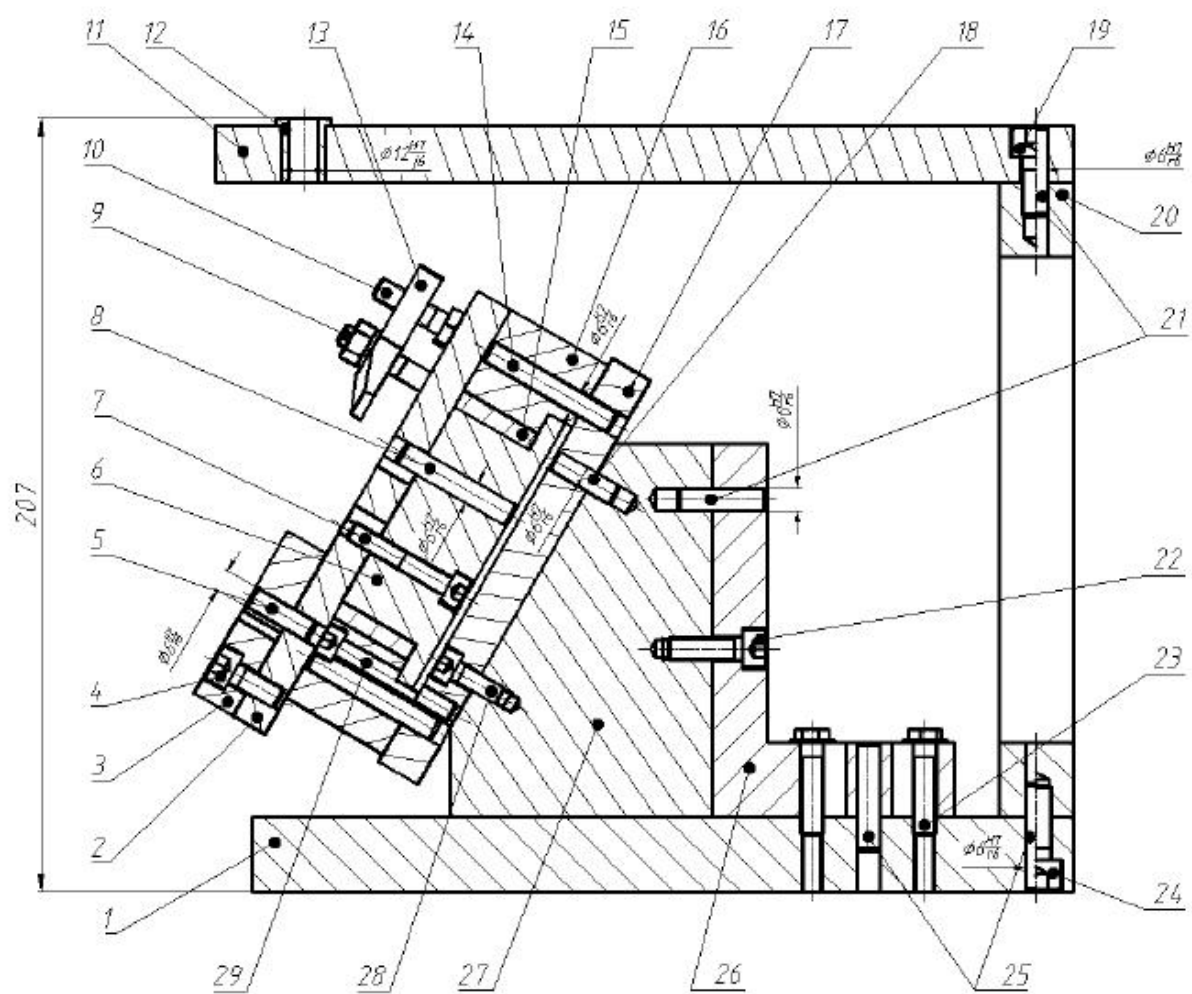
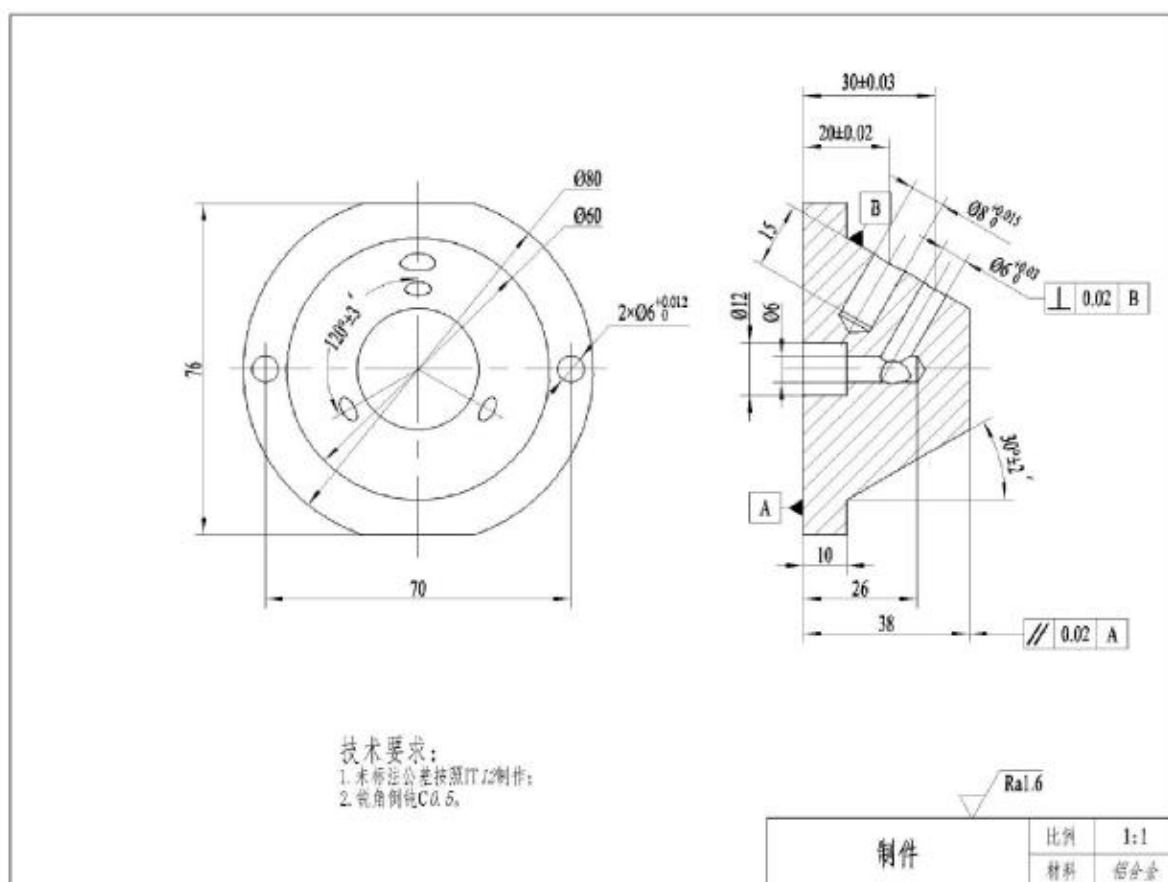
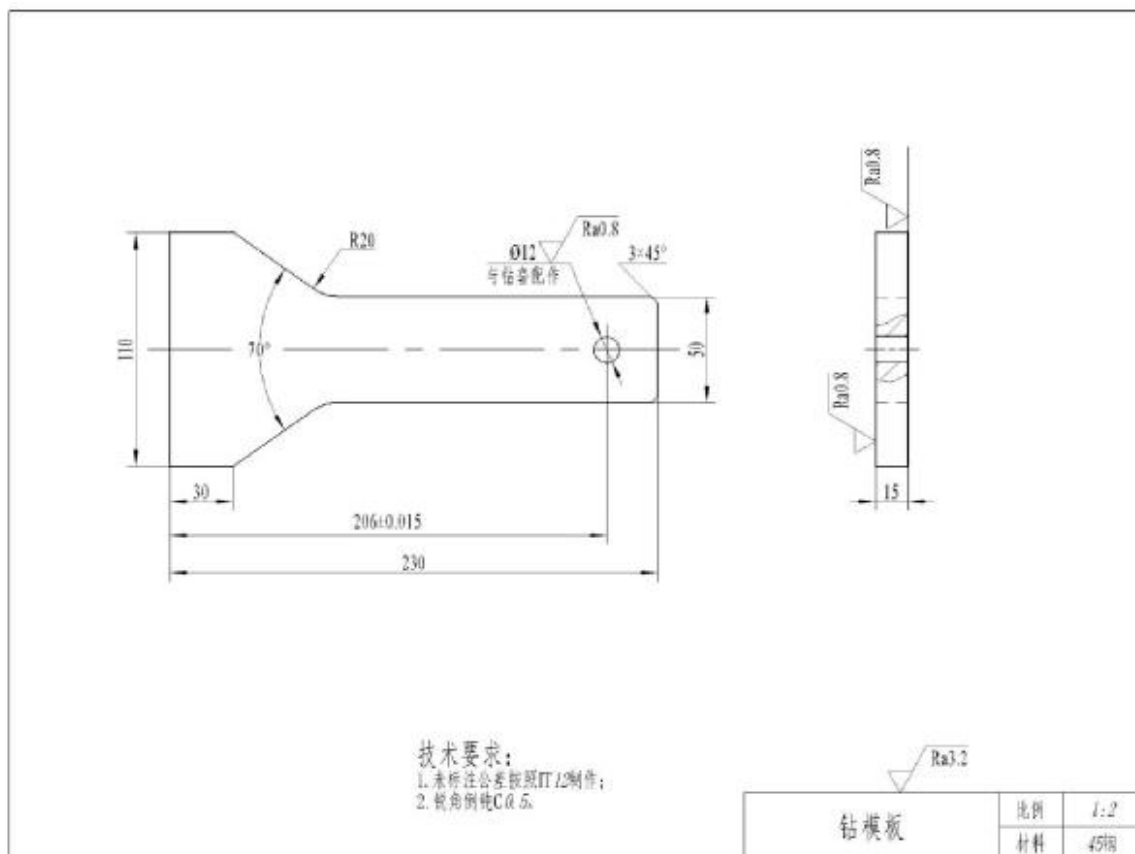

图 1. 夹具装配示意图
图 4. 制件图
图 7. 钻模板示意图
1) 按图纸要求完成零件(V 形铁 3、斜支撑块 27)的钳加工并组装调试夹具; 在组装调试后的夹具上完成制件斜面上 $3 \times \Phi 6$ 的钻孔加工。赛后选手需提交整套夹具及加工后的制件。夹具装配示意图如图 1、2、3 及表 1 所示, 制件及制件 3。毛坯图如图 4、5 所示。
3) 钻模板 11 (图 7 所示) 、可换钻套 12 (图 1 所示) 以及夹具其它零件毛坯及标准件全部由选手自带 (见附件 1)。比赛时带到赛场, 开赛前由裁判长组织裁判员对其进行检查, 凡是与要求不符的将从总分中扣除 1~2 分。